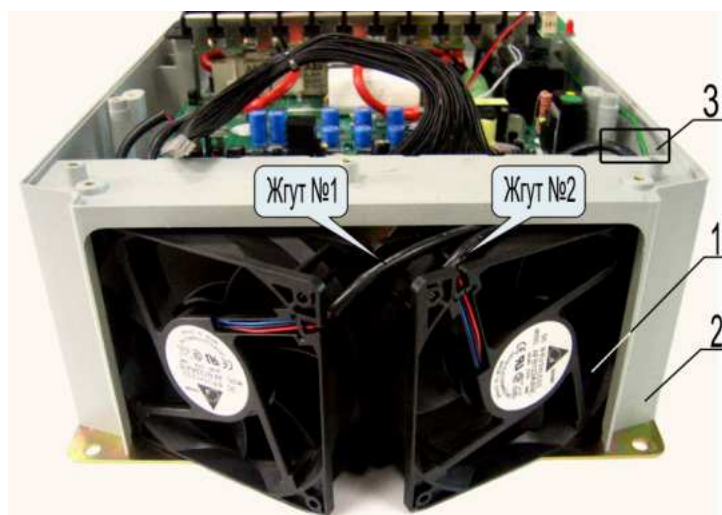

Рис. 7.22
7.12.2. Продеть жгуты №1 и №2 вентиляторов 1 в отверстие 3 средней части корпуса 2 (рис. 7.22).
7.12.3. Установить вентиляторы в отверстие корпуса, как показано на рис. 7.22, уложив жгуты на вентиляторе, расположенном справа.
Вентиляторы устанавливать этикетками наружу, как показано на рис. 7.22